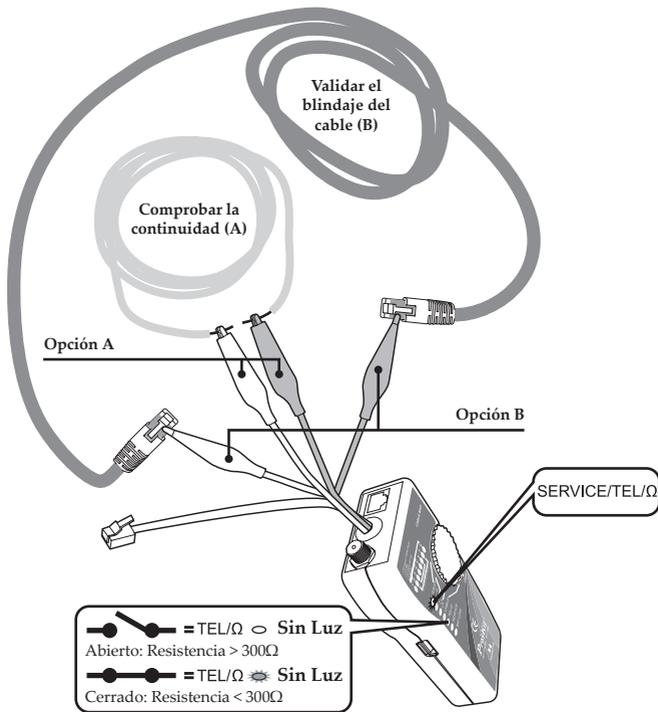

Figura 8 Prueba de continuidad
Para validar el blindaje del cable durante pruebas de mapa de cable, proceda del siguiente modo como se muestra en la Figura 8:
- Conecte el generador de tonos al circuito tal y como se muestra en la Figura 8. Conecte los hilos de prueba al bloque de conexión del teléfono, conectores RJ11 y RJ45.